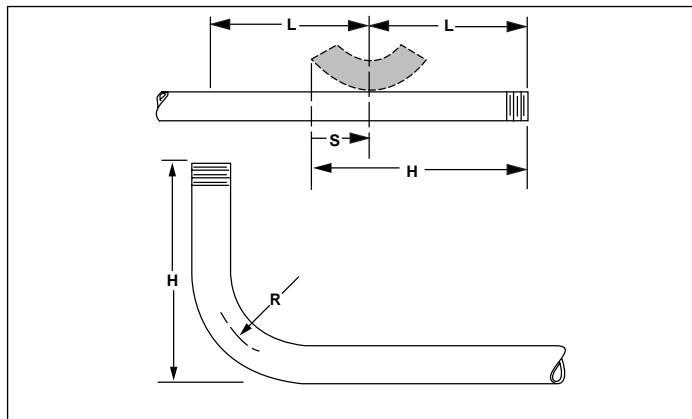

Figura 5
- Marcare la dimensione (H) desiderata sul tratto diritto del tubo (vedere la figura 5).
- Trovare la dimensione del tubo che state piegando nella Tabella 1 ed ottenere l'arretramento (S).
- Misurare la dimensione posteriore (sottrarre (S) e marcare il tubo).